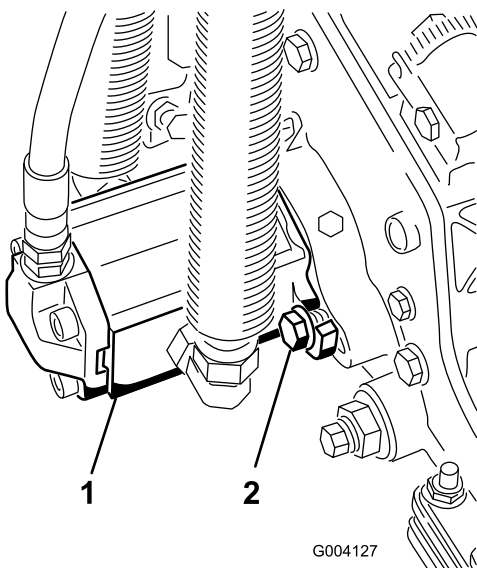

図 20
16. モータを手を持ち、右回りにひねってモータのフランジをボルトから逃がしながら、キャップスクリューにモータをセットする(図 20)。モータを左回りにひねって、ボルトにフランジをしっかりと掛け、ボルトを締めてモータを固定する。